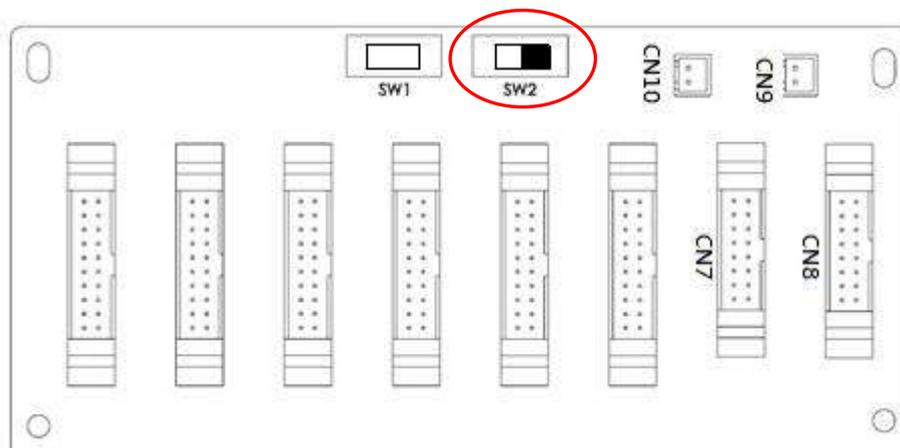

Figure 9-2 : au niveau de l'onduleur 1, microcommutateur SW2 déplacé à droite
1. Pour la ou les carte(s) de l'onduleur 1, le microcommutateur SW2 doit être déplacé à droite. Veuillez vous reporter à la figure 9-2 ci-dessous.